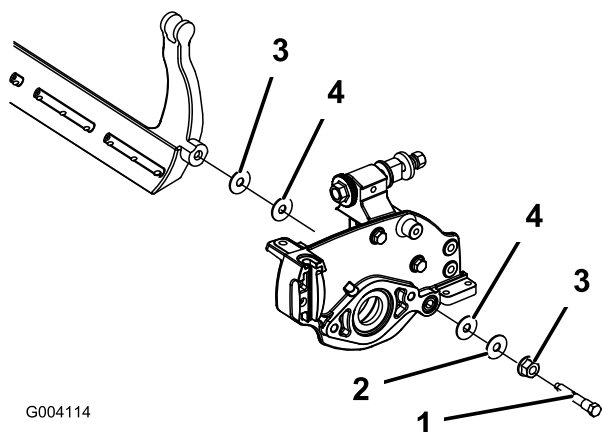

Figura 63
4. Togliete i bulloni della barra di appoggio per tirare in giù la barra e toglierla dalla macchina. Conservate le due rondelle di nylon e le due rondelle in acciaio stampato da ciascun lato della barra di appoggio (Figura 63).